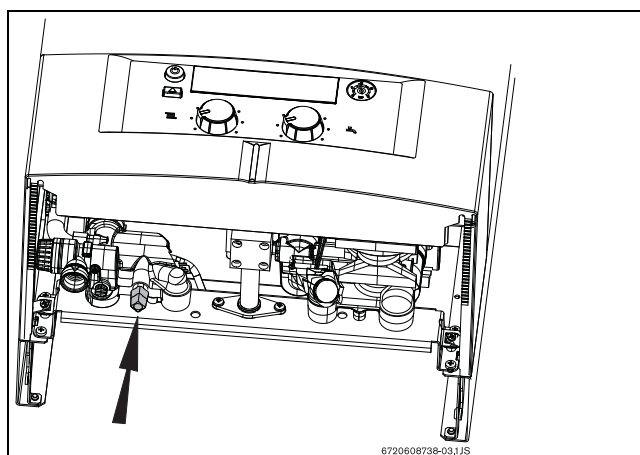

Fig. 11 Rubinetto di riempimento (circuiti riscaldamento)
- Aprire la valvola di chiusura acqua fredda e riempire il circuito acqua calda (pressione di prova: massimo 10 bar) (Fig. 11).